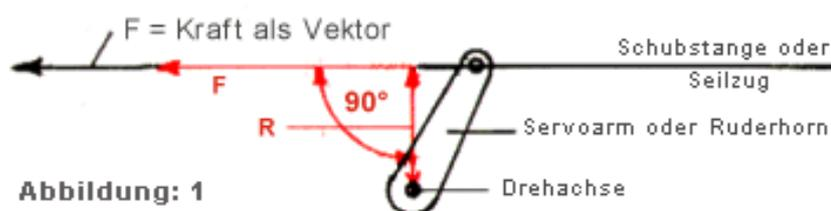

Abbildung: 1
In nebenstehender Abbildung 1 wird die Kraft  $F$  (N) einer Rudermaschine über die Länge eines drehbaren Servohebels  $R$  (m bzw. cm) zur weiteren Ausnützung auf das Gestänge (Schubstange oder Seilzug) übertragen.